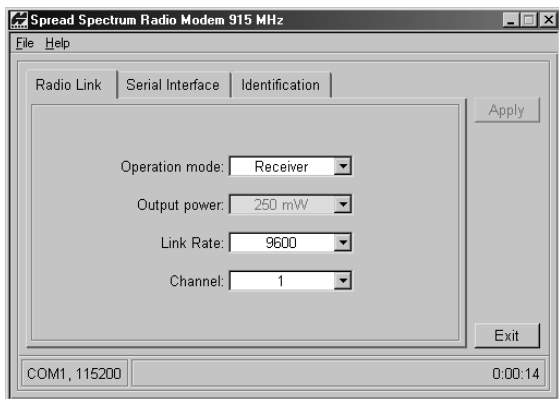

Figura 2-26. Pestaña del Radio Enlace del Módem de TPS
4. Haga clic en la pestaña **Radio Link**, ingrese la siguiente información y haga clic en **Apply** (Figura 2-26 en la página 2-38).